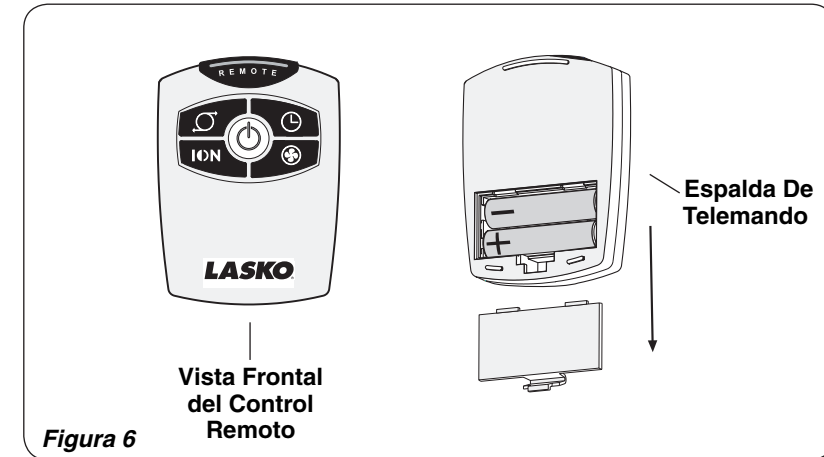

Figura 6
CONTROL REMOTO (Figura 6)
1. Instale las dos baterías "AAA" que vienen con el equipo, como se indica en la *Figura 6*.
Este Ventilador puede hacerse funcionar mediante los Controles Manuales ubicados en la parte superior de la unidad (como se muestra en la **Figura 5**) o con el Control Remoto (se muestra en la **Figura 6**).